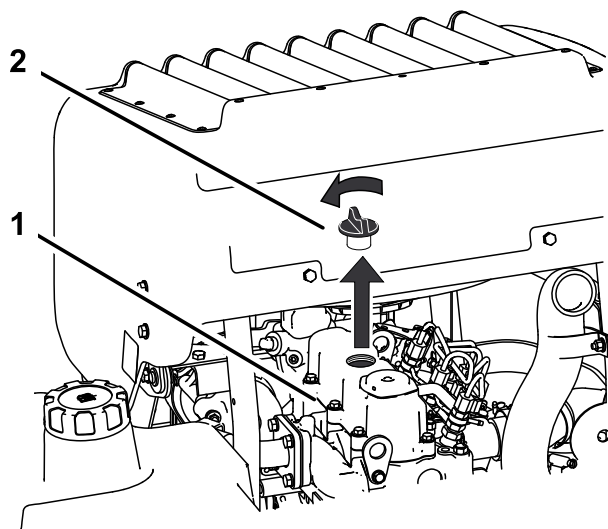

Figura 42
6. Retire el tapón de llenado de aceite de la parte superior del motor (Figura 42). Esto facilitará el vaciado del aceite.
2. Retire el tapón de llenado y la varilla (Figura 42).